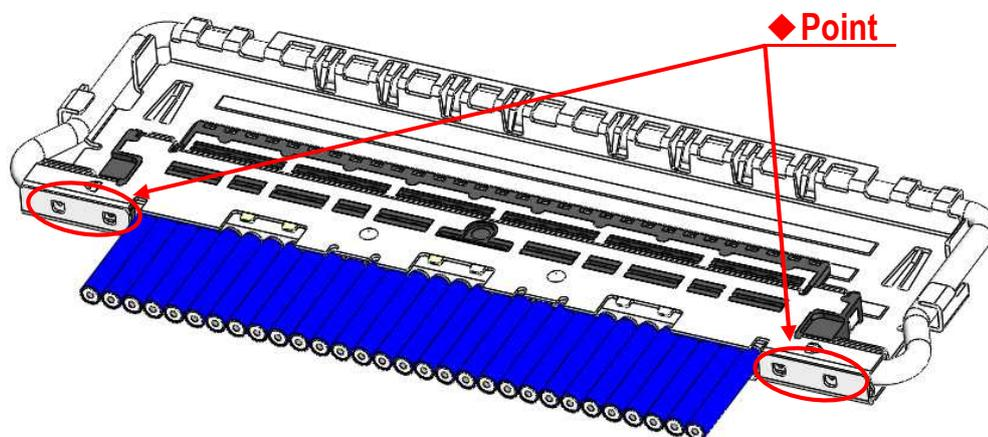

図 14. SHELL-A 及び SHELL-B 半田付け箇所
- ⑤SHELL-A と SHELL-B を半田コテにて全箇所半田付けすることを推奨する。（図.14◆部）